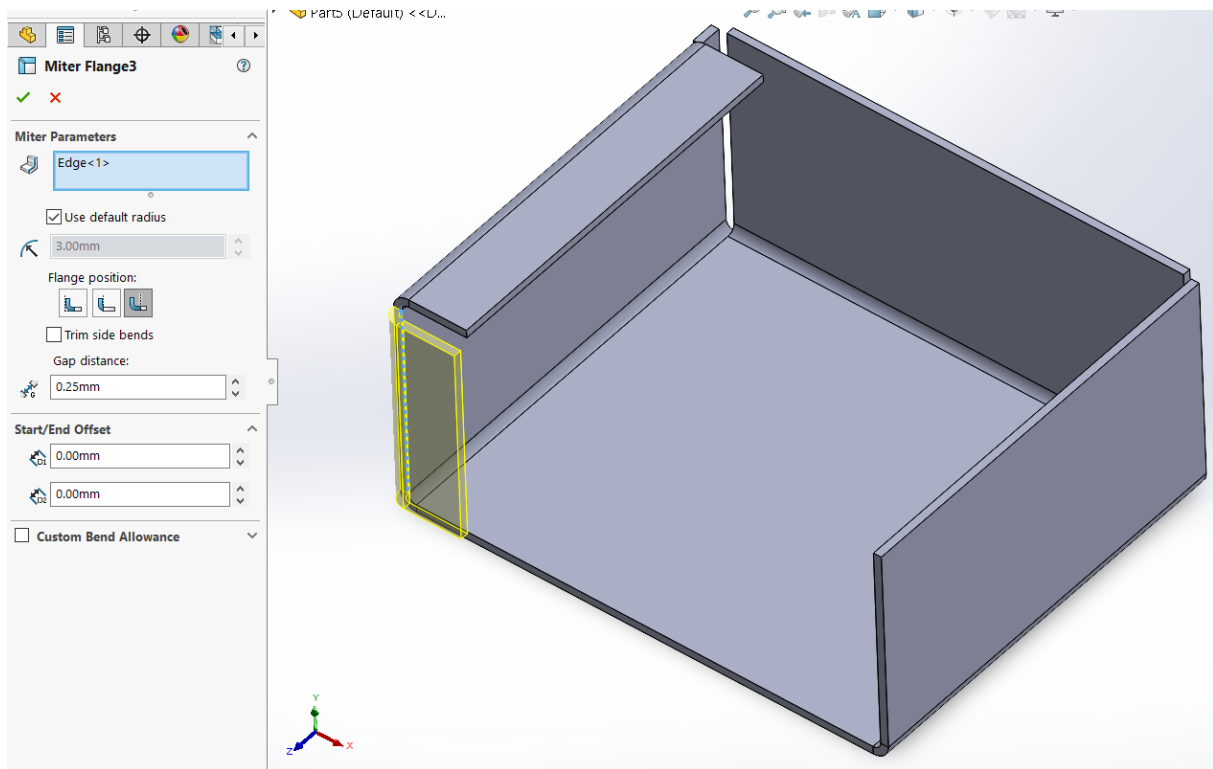

Рисунок 5.6 – Додавання кромки
6. За допомогою тієї самої команди потрібно додати кромку на передній частині лівої стінки деталі (рис. 5.6)